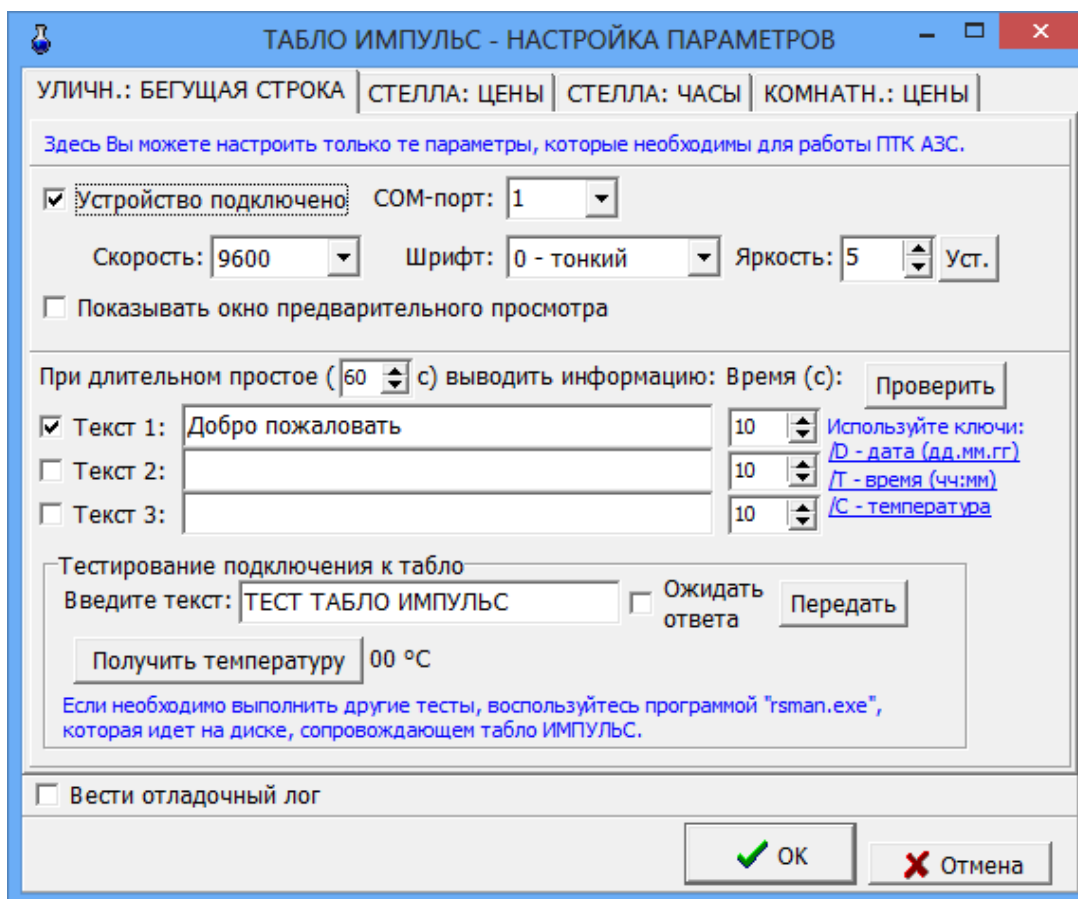

Рис. 46
топлива и нажмите кнопку «Перезагрузить». В окне «ТАБЛО ИМПУЛЬС-НАСТРОЙКА ПАРАМЕТРОВ\Стела :Цены» (рис.46а) в поле «Задайте соответствие видов топлива и адресов ценовых табло» появится список видов топлива, заданный в программе конфигурации нажмите кнопку «Ок».
На закладке «Стелла:Часы» (рис.46а) поставьте галку в строке «Устройство подключено», в поле «Сом-порт мастер-табло» задайте номер сом порта компьютера, на который подключено устройство, в поле «Адрес «ТАБЛО-ЧАСЫ» задайте адрес с наклейки или «0» (если часы в мастер -табло).
Рис.46а
- задайте параметр установки эффекта отображения информации на стеле и нажмите «Установить эффект» (рис.46в);
- запустите программу оператора, откройте окно «ТАБЛО ИМПУЛЬС-НАСТРОЙКА ПАРАМЕТРОВ\Стела:Цены» (рис.46б) в поле «Задайте соответствие видов топлива и адресов ценовых табло» появится список видов топлива, заданный в программе конфигурации.
Рис.46г